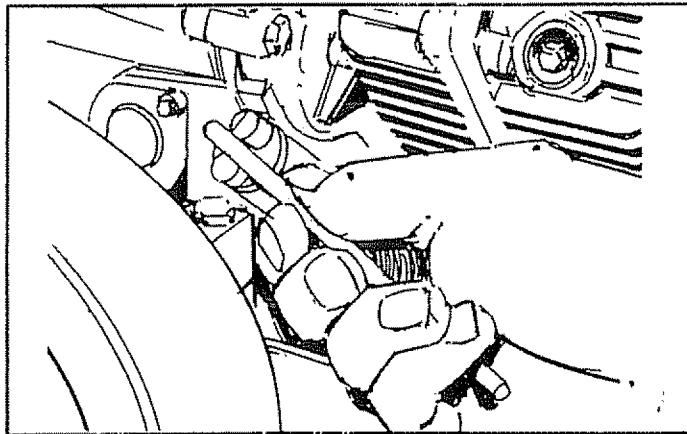

FIG. 17
- Limpie el área alrededor del orificio para el aceite y retire la varilla de medición de aceite. (Fig. 17).